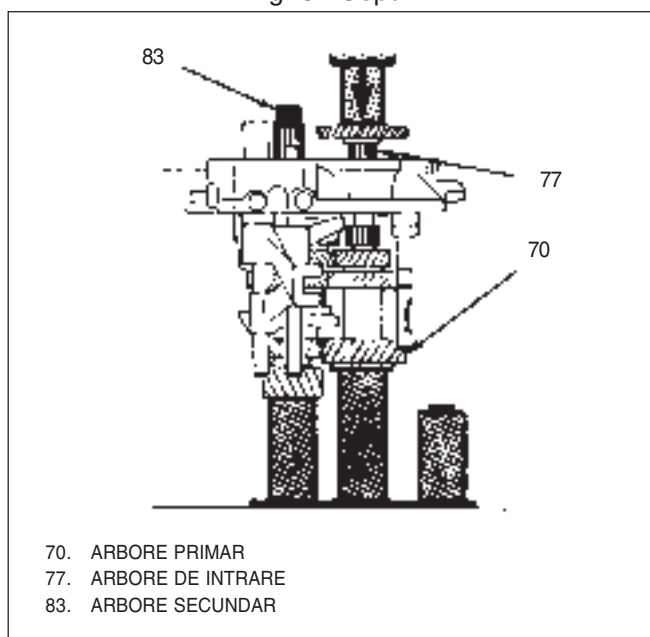

Fig. 85 Montare pinion viteza a 5-a
- 9) Tijele(35), arcuri(34) și cepuri(33) în placa portlagăre(36).
– Cepul lung(38) se montează cum este ilustrat.
- 10) Se poziționează placa portlagăre(36) cu axele după cum este arătat, Fig 85 și 86.